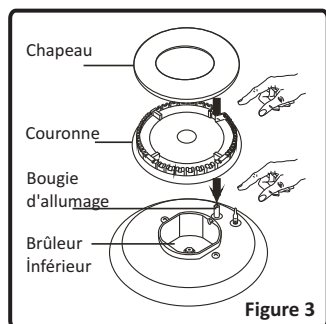

Figure 3
- Ouvrez la gaine cylindrique (à l'aide d'une vis de dérivation, des pinces, etc.) jusqu'à la fin (2).
- Fermez la porte jusqu'à ce qu'elle soit presque entièrement fermée comme indiqué dans la figure 3 et enlevez-la en tirant vers vous-même.
Après l'allumage, procédez à une vérification visuelle des flammes. Si vous voyez une pointe jaune, des flammes suspendues ou instables, fermez le robinet à gaz, et vérifiez au niveau des bouchons et des couronnes (Figure 3). Bien plus, veillez à ce qu'aucun liquide ne se soit écoulé à l'intérieur des coupelles de brûleur. Si les flammes du brûleur s'échappent accidentellement, fermez les brûleurs, aérez la cuisine avec de l'air frais, et n'essayez pas de rallumer avant les 90 prochaines secondes.